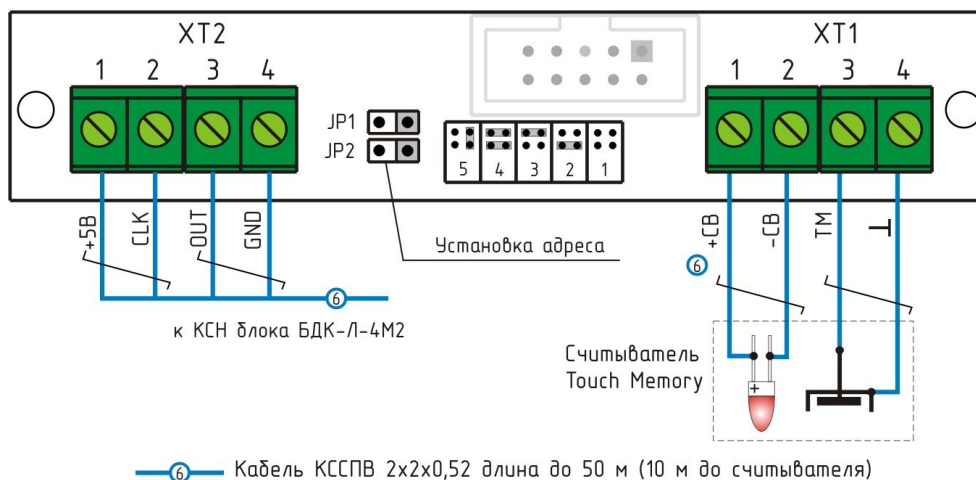

Рисунок 23 - Подключение ТМ-СЛДКС-3
5) Другой конец кабеля связи подключить к клеммам под винт разъема ХТ2 блока ТМ-СЛДКС-3 (рисунок 23).